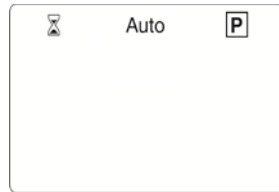

Fig. 14
- 1) appuyer sur la touche (▶) jusqu'à ce que soit entouré le symbole **P** de programme, comme sur la Fig. 14;